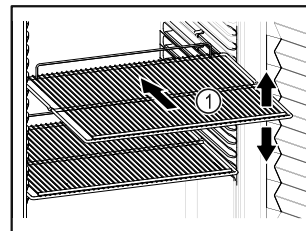

Fig. 86 Példaként szolgáló ábrázolás
- Ha a tároló rácsok Fig. 86 (1) áthelyezhetőek, akkor igazítsa be őket a kívánt magasságnak megfelelően.